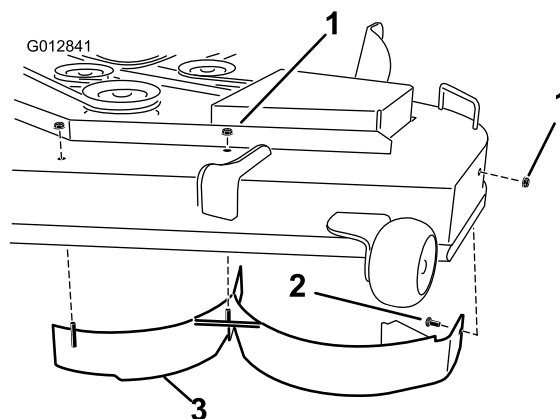

Figura 32
superior de la plataforma de corte, en las posiciones centro y centro izquierda (Figura 32). Retire el perno de cuello cuadrado y la contratuerca, situados en la pared lateral de la plataforma de corte, que sujetan el deflector izquierdo a la plataforma.
7. Retire el deflector izquierdo de la plataforma de corte según se muestra en Figura 32.
8. Localice los dos pernos y las contratuercas entre las piezas sueltas. Instale estas fijaciones en los taladros indicados en Figura 32 de la plataforma de corte para evitar que se arrojen residuos al aire. Instale el perno con la cabeza por debajo de la plataforma, y sujételo desde arriba con una contratuerca.